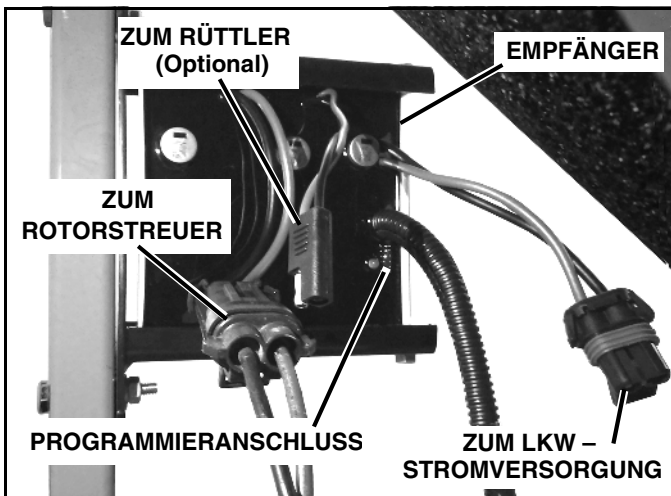

Abb. 1-5
4. Schieben Sie den Empfänger in den Träger, wobei der 6-polige Programmieranschluss vertikal am offenen Ende des Trägers angeordnet ist. Befestigen Sie den Empfänger mit einer Sechskantschraube 1/4" x 6" und einer Sicherungsmutter 1/4" (Siehe Abb. 1-5).